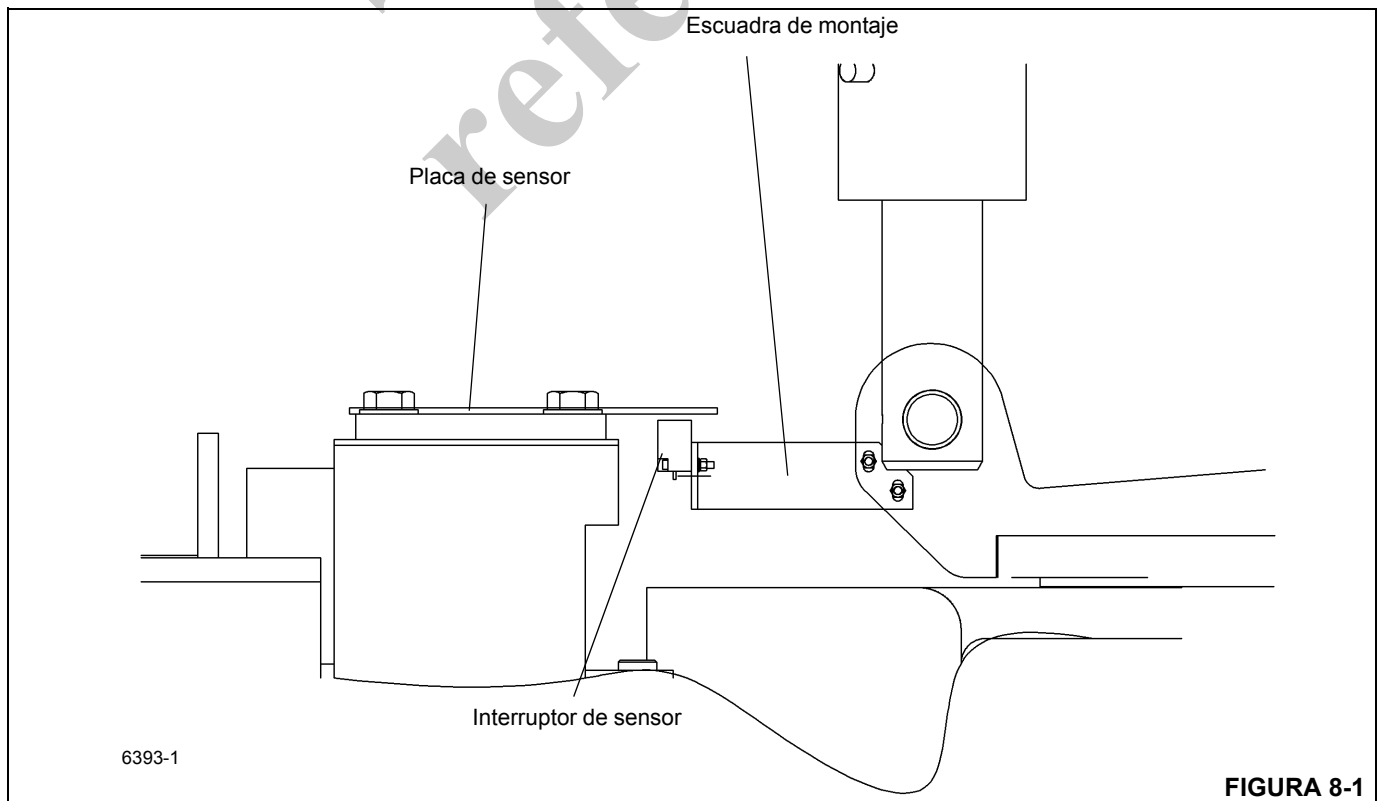

FIGURA 8-1
**NOTA:** Consulte la Figura 8-1 para efectuar los ajustes dados a continuación.